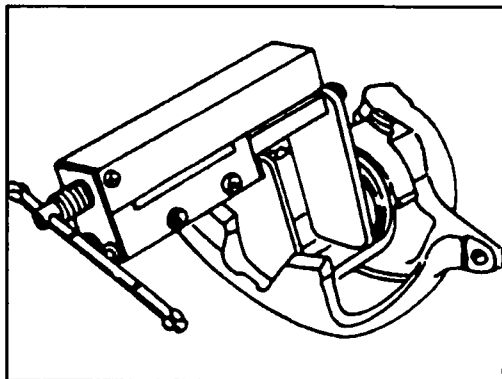

Рис. 9.17 Установка поршня в корпус суппорта
- ◆ Показанным на рис. 9.17 приспособлением медленно установите поршень в цилиндр.